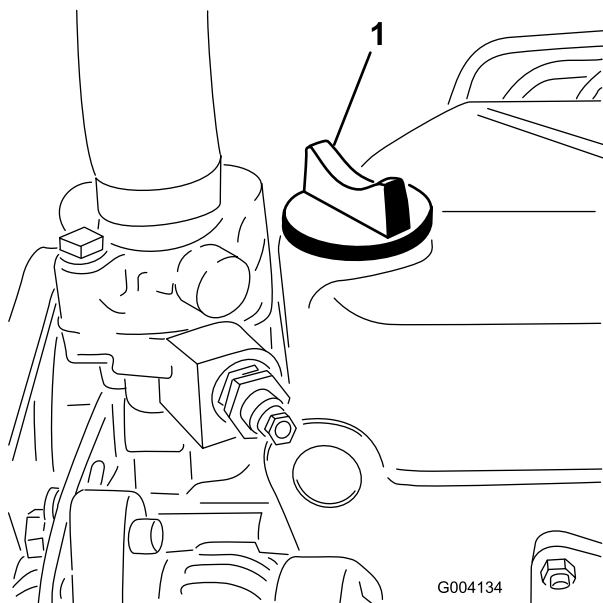

Figura 30
5. Si el nivel de aceite está por debajo de la marca Lleno, retire el tapón de llenado (Figura 30) y añada aceite hasta que el nivel llegue a la marca Lleno de la varilla.